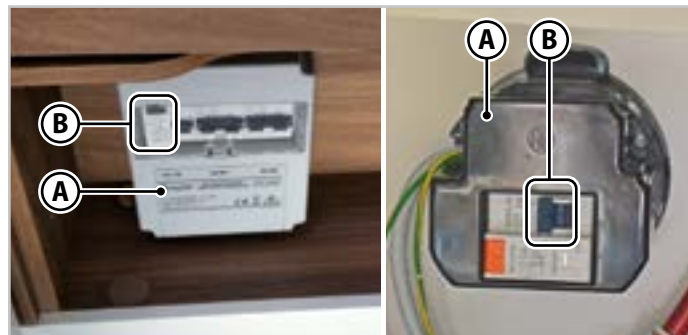

Fig.6.28 - Strømforsyningspanel
Kjøretøyet 220 V-strømforsyningspanel (**A** - Fig.6.28) er beskyttet av en topolet effektbryter (**B** - Fig.6.28). Strømuttaket er utstyrt med den tredje jordingspolen som kreves i henhold til gjeldende forskrifter.
1. Senk spakene (**B** - Fig.6.28) på jordfeilbryteren.
5. Løft spakene (**B** - Fig.6.28) på jordfeilbryteren.